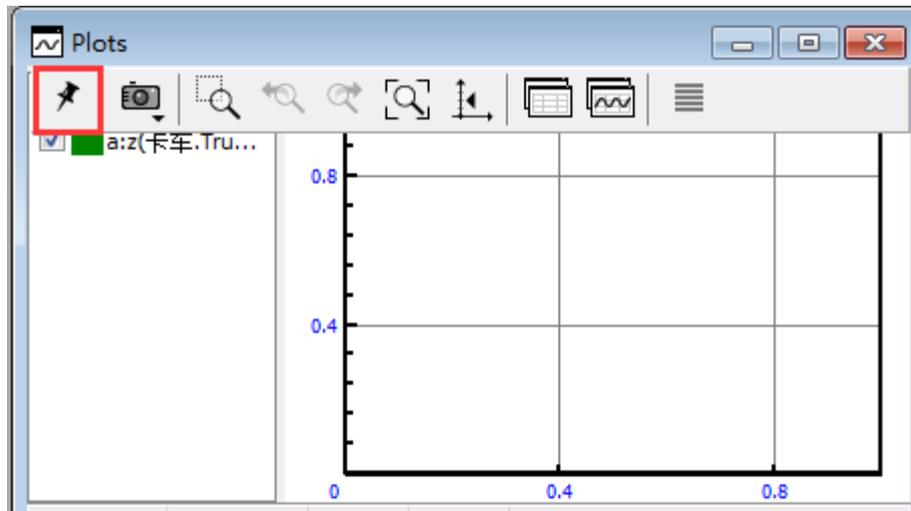

图 011-4 绘图窗口设置保存动画 1
1、将鼠标移动到绘图窗口上部，直到出现工具栏，点击左上角“大头针”图标，使工具栏不再自动隐藏，如图 011-4。